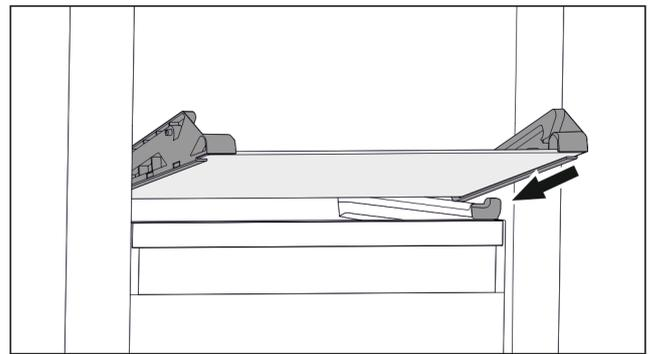

Fig. 36 Tablette en verre du tiroir basculable
- ▶ Placer la tablette en verre, en l'inclinant, derrière les butées. (voir Fig. 36)